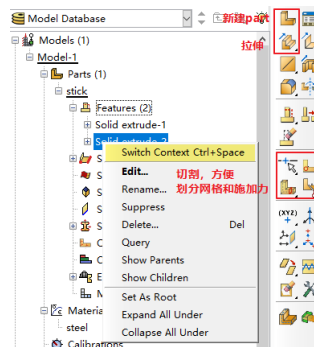

Fig 2
1. 通过 cae 软件**建立模型**，**Fig2** 利用拉伸可以实现类似 solidworks 的功能，组成复杂的模型。